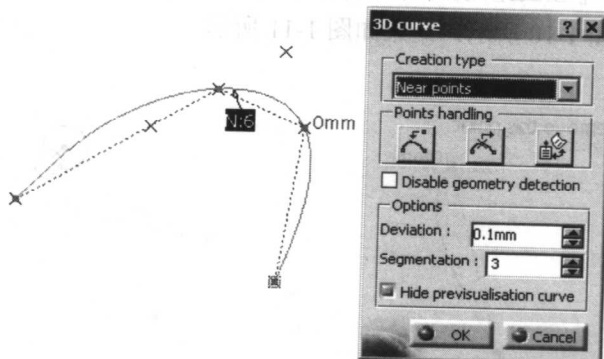

图 1-6
- **Near points** 是选择一系列点，在用户设定的误差范围内建立样条线，如图 1-6 所示。